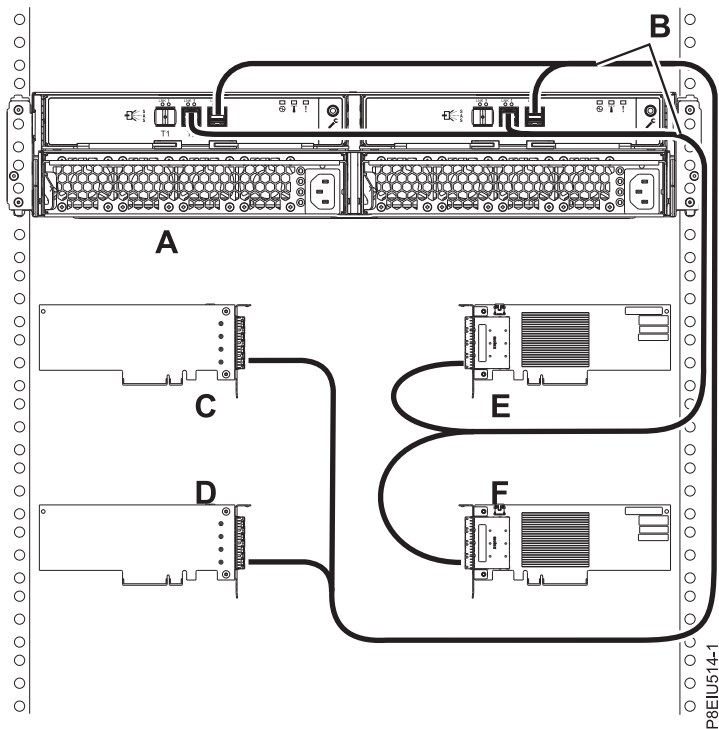

Figure 19. Connexion de mode 4 d'une armoire de stockage ESLL ou ESLS via des câbles X12 à quatre adaptateurs SAS FC EJ0J ou FC EJ0M indépendants
19. Effectuez la connexion de mode 4 d'un boîtier **(A)** via des câbles X12 **(B)** à quatre adaptateurs SAS indépendant FC EJ0J ou FC EJ0M, comme indiqué dans la figure 19, à la page 21, puis continuez avec «Connexion des câbles et des cordons d'alimentation et installation des capots», à la page 22.